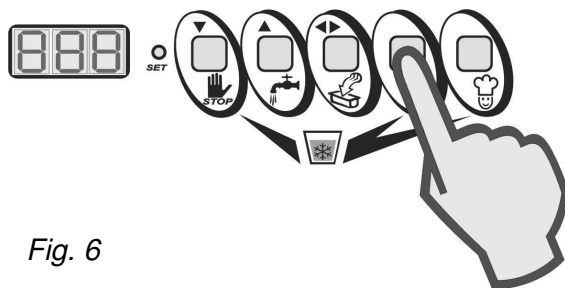

Fig. 6
- Con ciclo en funcionamiento, presione nuevamente la tecla SEMIAUTOMÁTICO (Fig. 6).